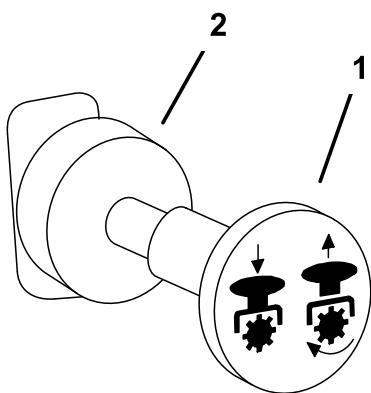

Figura 14
1. Disinserite la presa di forza, spostate le leve di controllo del movimento in posizione di blocco in folle, ed impostate il freno di stazionamento (Figura 14).
4. Innestate il comando della presa di forza estraendolo (Figura 14).
Per disinnestare la PDF spingete il relativo comando in posizione **Off** (Figura 14).